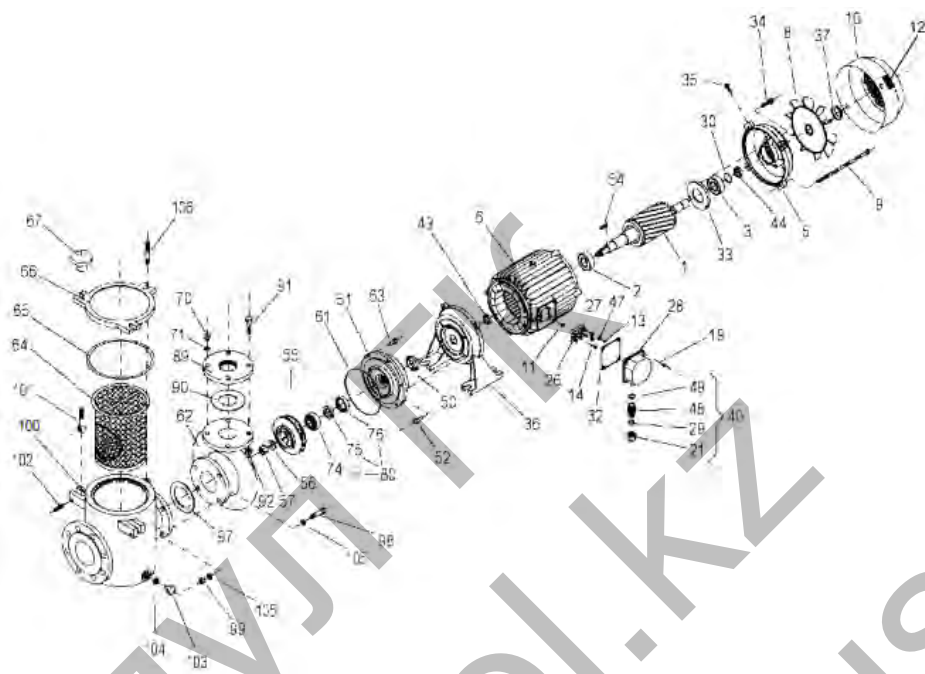

Рис. 3
- Ослабьте и отсоедините кабели питания на соединительной коробке (26) (рис.3).
Чтобы демонтировать и собрать насос, см. подробный чертеж. (рис.3). Чтобы извлечь двигатель из гидравлического кожуха (62), открутите винты (63, 53, 107), чтобы отделить одну часть от другой.
Для заказа запасных частей необходимо указать деталь, номер, указанный на чертеже (рис. 3) и модель насоса.
| FD14 - 15 - 16 _____ | Рис. 3 _ Стр. 5 |
| FD17 - 18 _____      | Рис. 3 _ Стр. 6 |
| FD19 _____           | Рис. 3 _ Стр. 7 |
| FD20 - 21 - 22 _____ | Рис. 3 _ Стр. 8 |